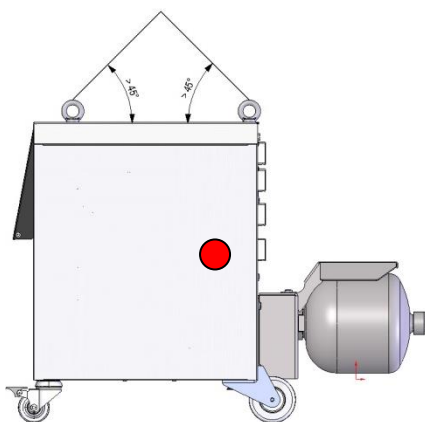

Fig. 6: Anslagspunkter
1. Anbring wirer og seler i henhold til Fig. 6.
2. Man skal sikre sig, at apparatet hænger lige; vær opmærksom på, at tyngdepunktet er excentrisk (→ ● Fig. 6).